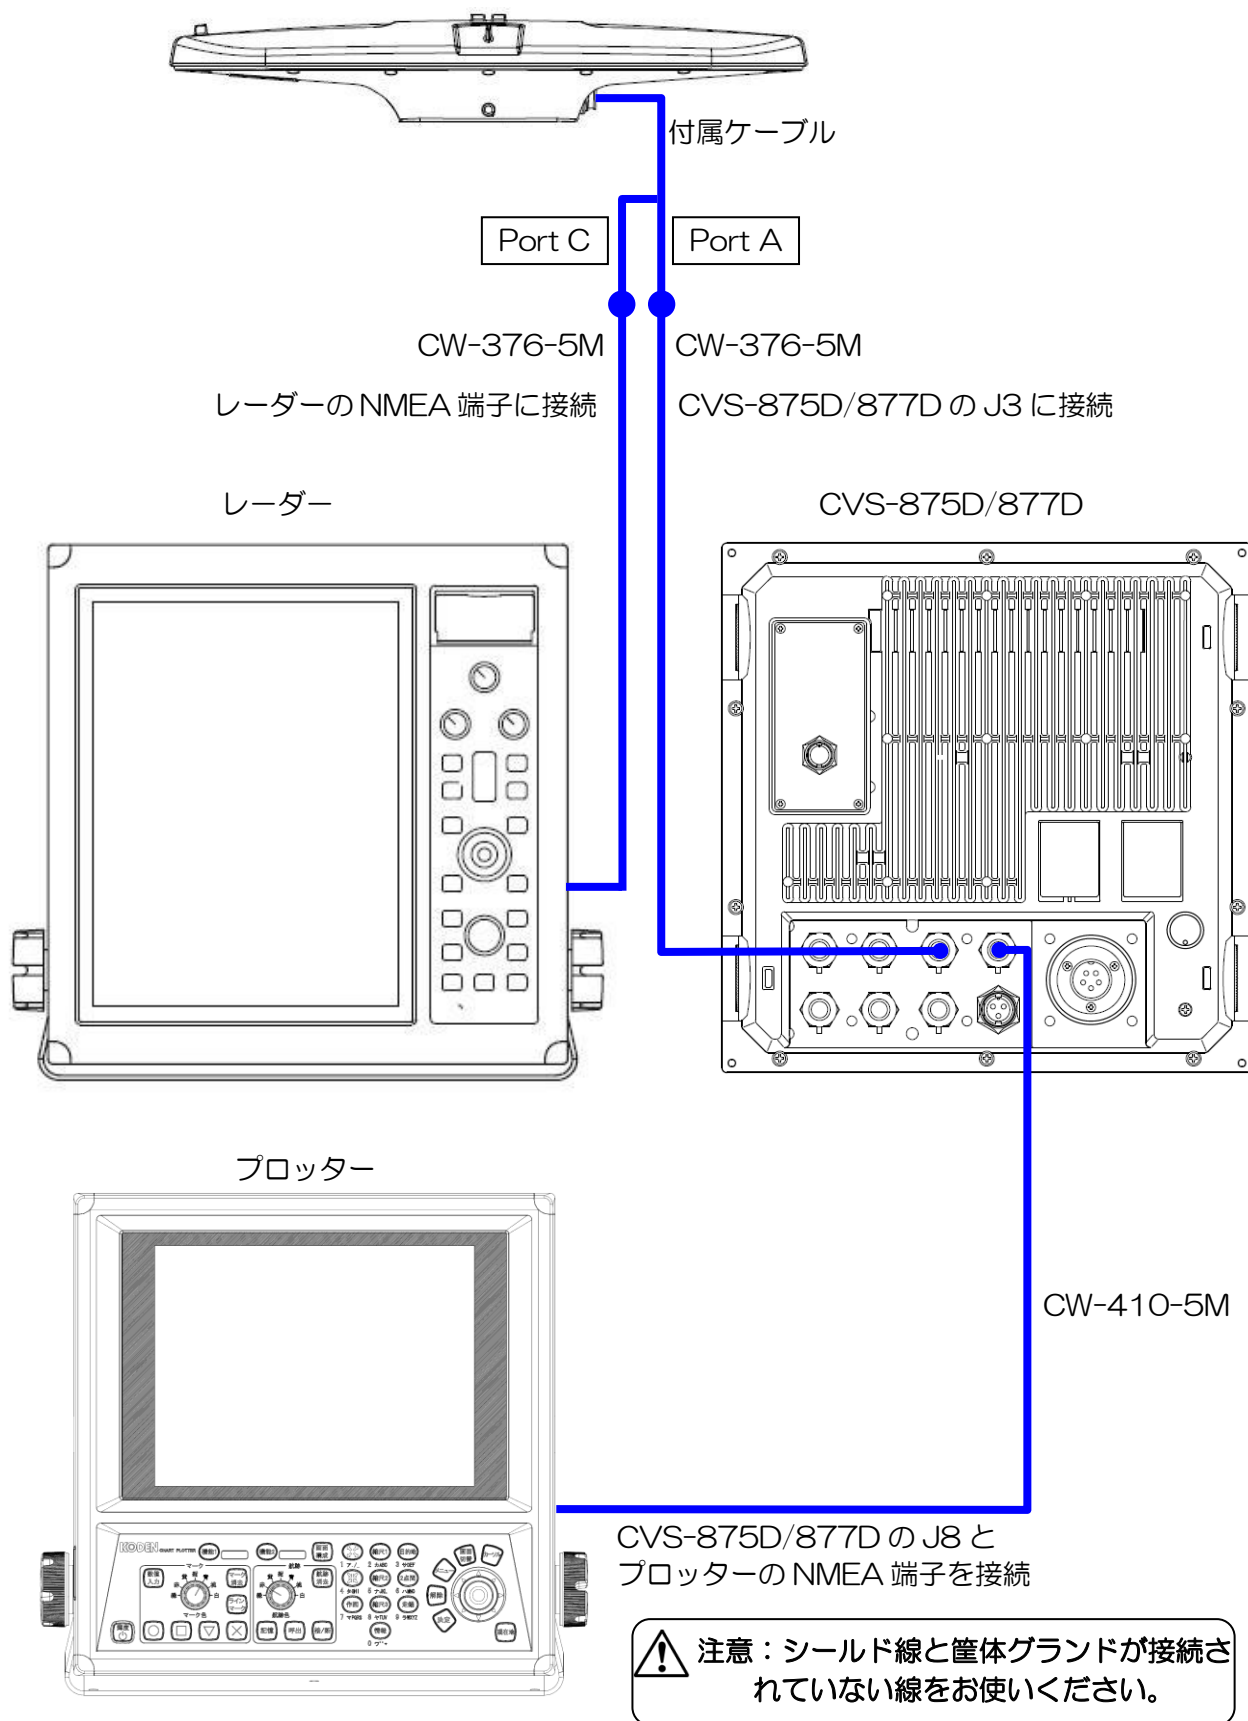
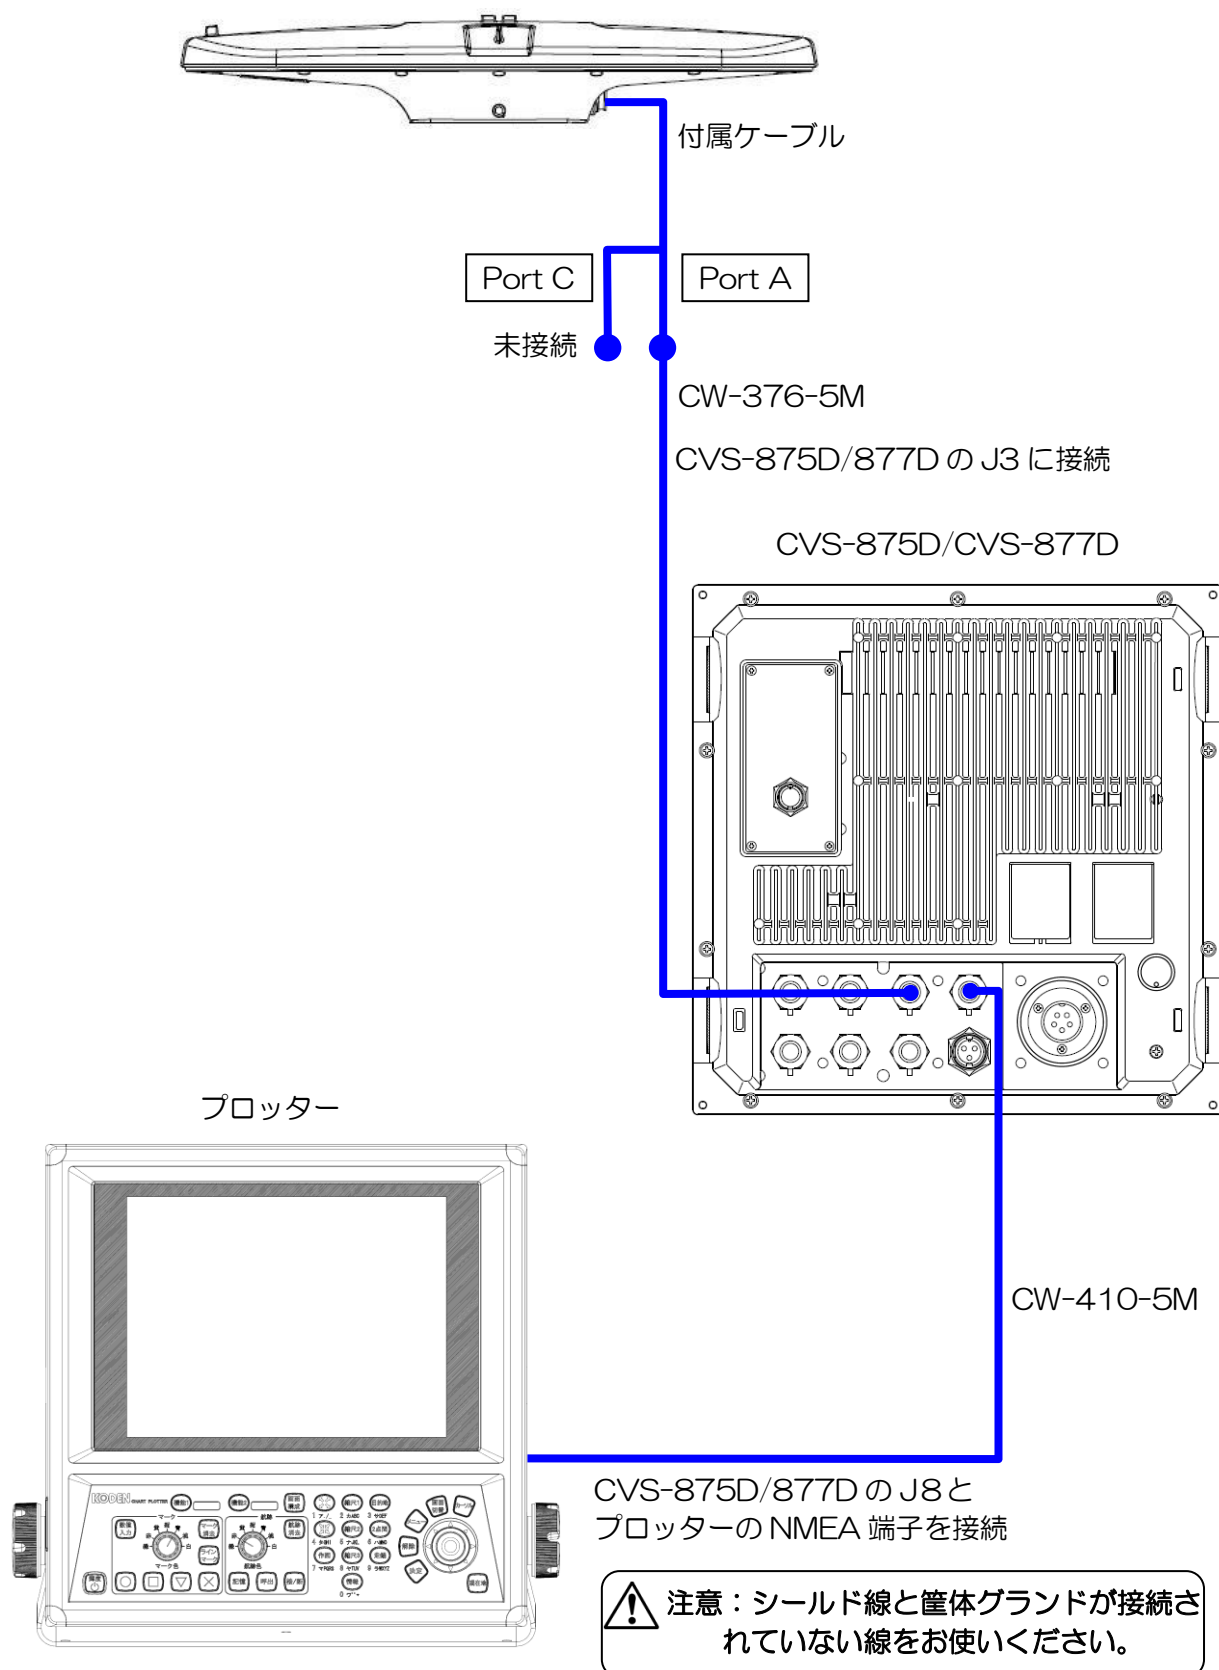

図 1.60 総合接続図 1
図 1.62 総合接続図3
- 3) レーダーにも接続し GPS コンパスとして接続する場合は、Port C と半田付けが終了した CW-376-5M をレーダーの NMEA 端子へ接続してください。（図 1.60 接続図 1 参照）
それ以外の場合は Port C との接続の必要はありません。（図 1.62 総合接続図 3 参照）
- 4) 図 1.60 総合接続図 1～図 1.62 総合接続図 3 を参照して、CVS-875D/877D の J8 端子と NMEA で通信する他の機器を接続してください。